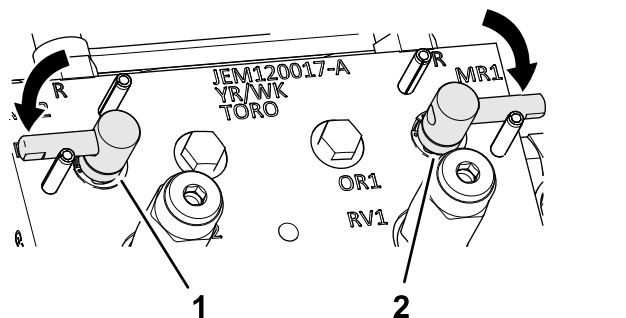

Figure 151
3. Tournez les leviers de rodage à la position F (tonte) (Figure 151).